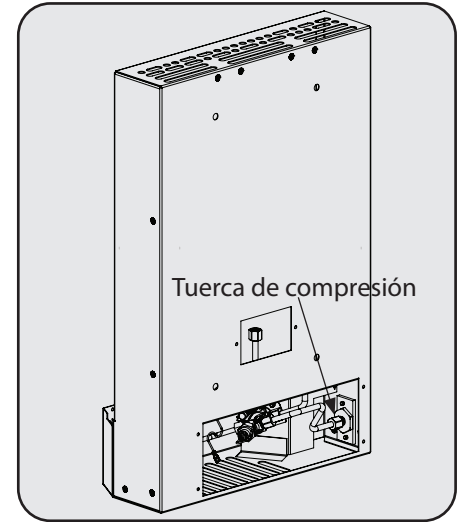

Figura 11
3. Use una llave de 9/16" (o de 14 mm) para remover la tuerca de compresión que conecta el tubo de gas del quemador al gabinete. Consulte la Figura 11.